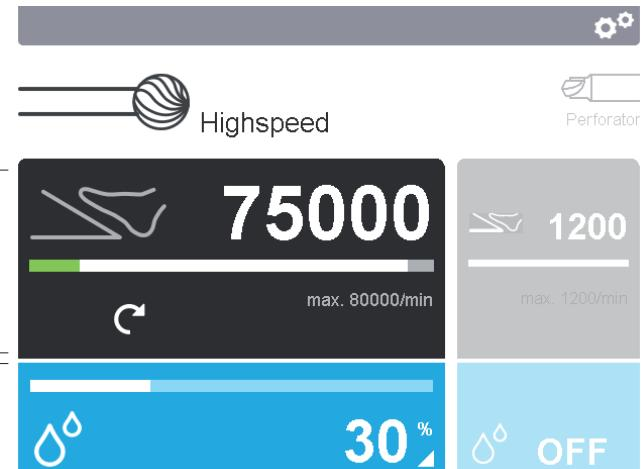

Fig. 5 Aktivera manöverfält
- Ändra inställningsparametrarna för användningsdelen: Aktivera manöverfältet för användningsdelen **b** i displayen **2**, se Fig. 5.